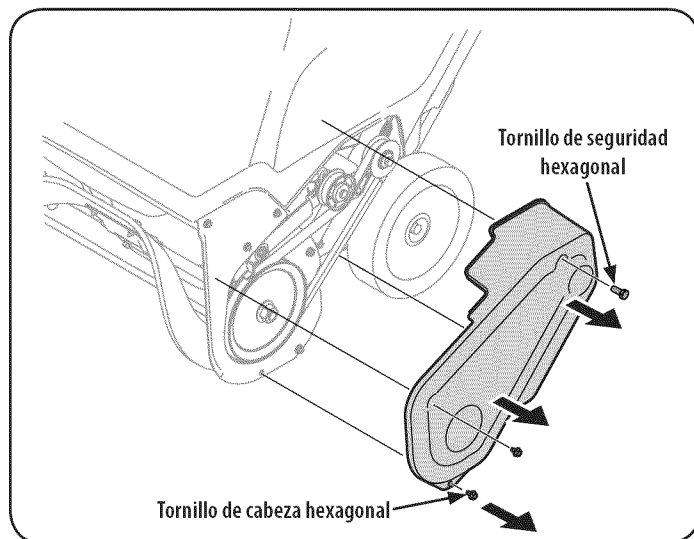

Figura 22
4. Para sacar la cubierta de la correa saque los dos tornillos de cabeza hexagonal y un tornillo de seguridad hexagonal que la sujetan al bastidor. Vea la Figura 22.